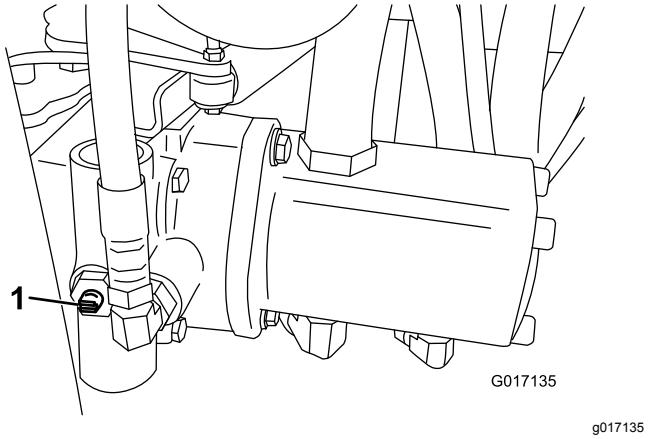

図 31
1. 油圧ポンプについているバイパスバルブ図 31 の溝が「縦」になるようにバルブを回転させる。
2. エンジンを始動する時には、必ずバイパスバルブ図 31 を閉じる溝が横向きになる。バルブを開けたままでエンジンを掛けないこと。